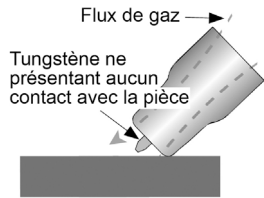

fig. 14
4. Tournez légèrement la coupelle de gaz vers l'avant de façon à ce que l'électrode de tungstène vienne en contact avec la pièce à travailler (fig. 14 et 15)